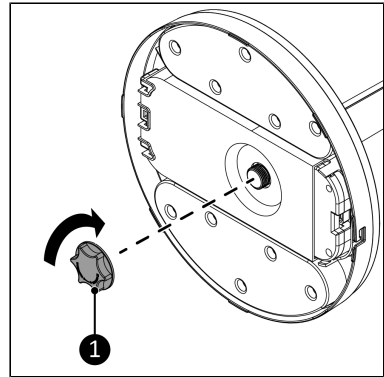

Abbildung 38.
4. Platzieren Sie die Fußsicherungsschraube (Abbildung 38, Pos. 1) und drehen Sie sie im Uhrzeigersinn, um den Fuß zu sichern.